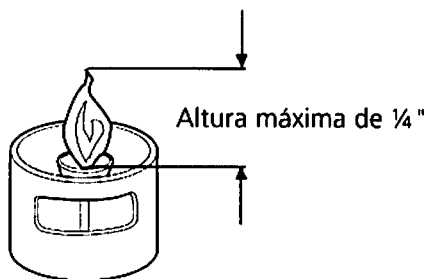

Figura 14
5. Ajuste el piloto a aproximadamente una llama de $\frac{1}{8}$ " - $\frac{1}{4}$ " (vea figura 14) de manera que una pequeña coloración amarilla aparezca en la parte alta de la llama del piloto.